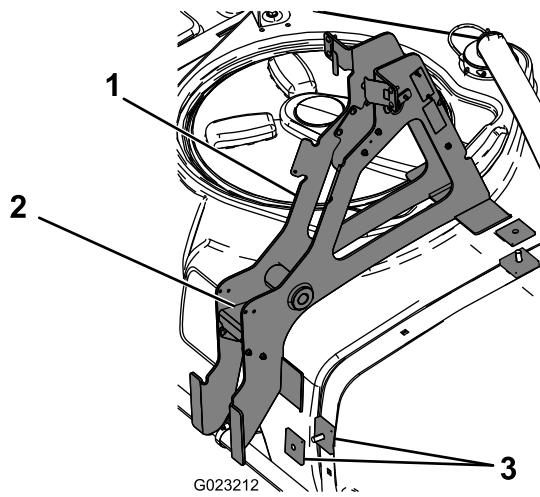

Figura 3
- Monte los 2 espaciadores cuadrados sobre los pernos de cuello cuadrado instalados anteriormente (Figura 3).
- Retire y guarde los 4 pernos y tuercas que sujetan la placa de guía al bastidor principal (Figura 3).
- Instale el bastidor principal sobre los espaciadores cuadrados y los pernos de cuello cuadrado, según se muestra en Figura 3.